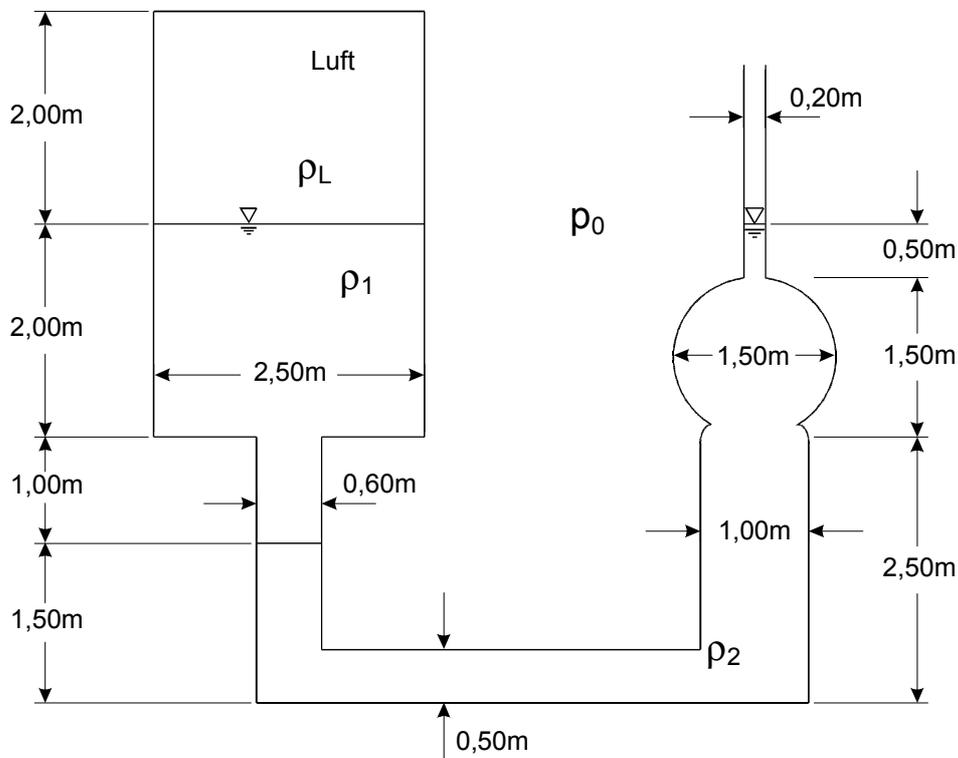

Abb. 2.5: Luftbehälter mit Steigrohr
2.5.2 Berechnen Sie die Druckverteilung entlang der Gefäßaußenwände und zeichnen Sie sie in Abb. 2.5 ein.